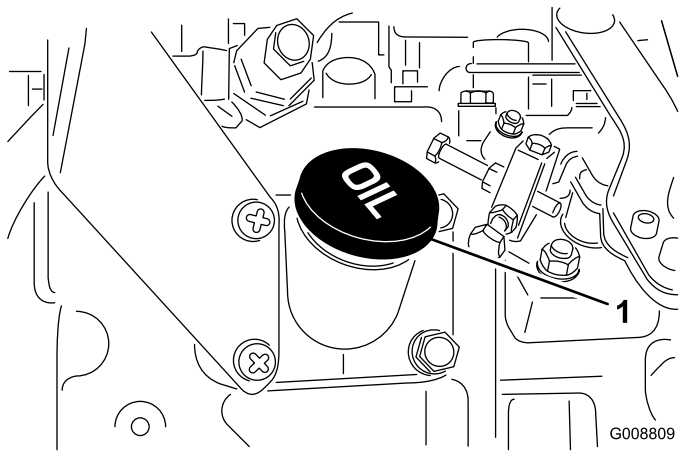

Figure 15
4. Si le niveau d'huile n'est pas dans les limites de sécurité, enlevez le bouchon de remplissage (Figure 15) et faites l'appoint jusqu'à ce que le niveau correct soit atteint. **Ne remplissez pas excessivement.**